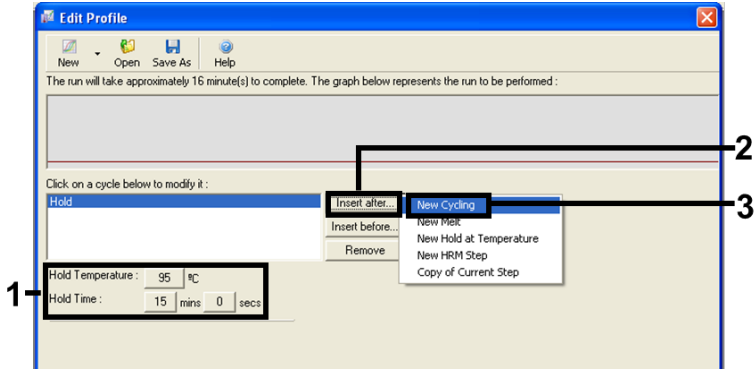

Figura 5. Etapa de incubação inicial a 95 °C.
7. Defina o valor no campo Hold Temperature (Temperatura de retenção) como 95 °C e o valor de Hold Time (Tempo de retenção) como 15 min 0 secs (15 mins 0 segs). Clique em Insert After (Inserir após) e, em seguida, selecione New Cycling (Nova ciclagem) (Figura 5).